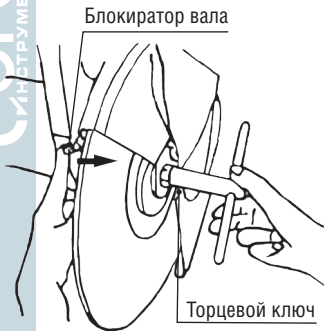

Рисунок 4
1. Для снятия диска вдавить блокаду вала, чтобы застопорить шпиндель диска. Затем следует ослабить болт с шестигранной головкой при помощи торцевого ключа (рис. 4).
2. При установке Диска операции производятся в обратной его снятию последовательности. Обязательно закручивайте болт с шестигранной головкой торцевым ключом с достаточным усилием затяжки (рис. 4).